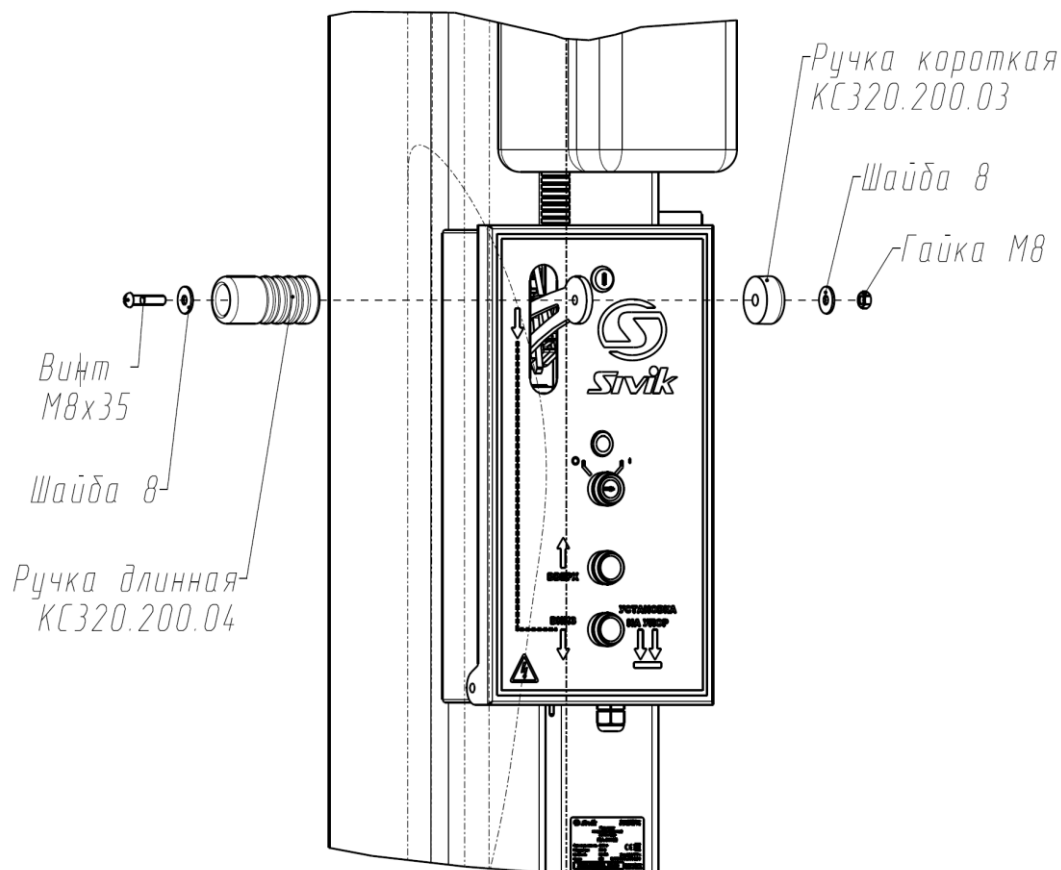

Рисунок 6.11- установка ручки управления стопорами
6.17 После завершения всех работ по монтажу и регулировкам, произвести установку ручки (см. рисунок 6.11)